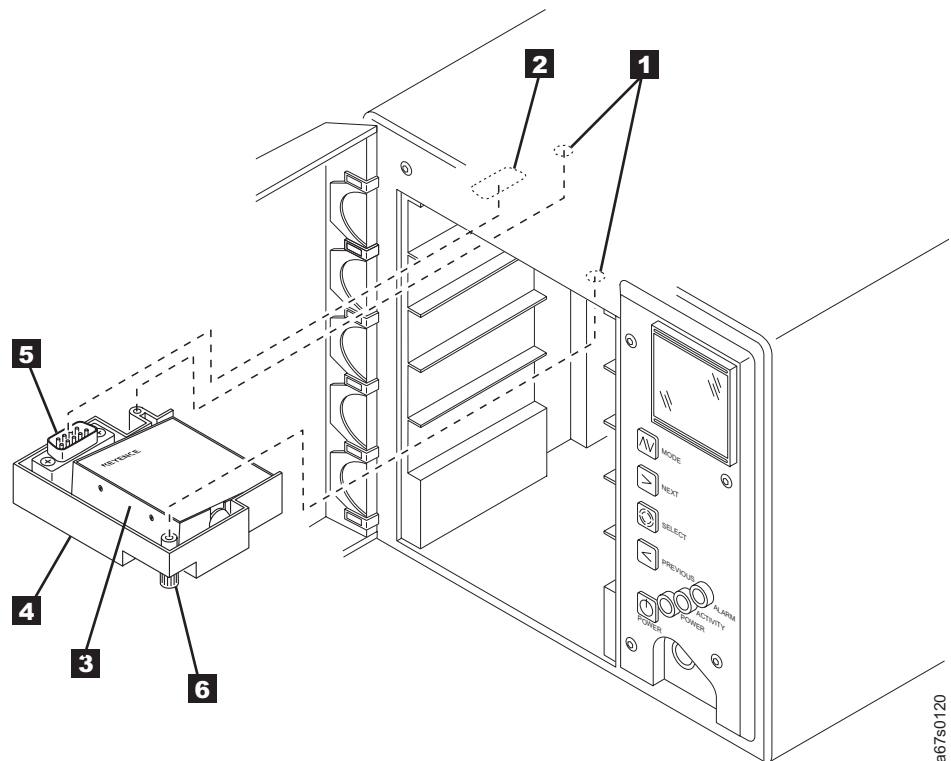

Abbildung 31. Barcode-Leseinheit installieren
3. Sehen Sie sich Abb. 31 auf Seite 101 an und suchen Sie das Befestigungsloch **1** und den Schnittstellenanschluss **2** an der Innenseite der oberen Platte des Autoloaders direkt über dem Kassettenablagefach 1.